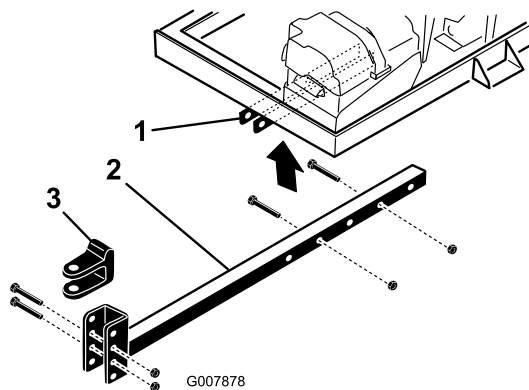

Figura 4
- Prenda o tubo de engate aos suportes do chassis (Figura 4) com 2 parafusos ($\frac{3}{8}$ x 3 pol.) e 2 porcas flangeadas ($\frac{3}{8}$ pol.).
- Introduza o tubo de engate nos suportes da estrutura (Figura 4).